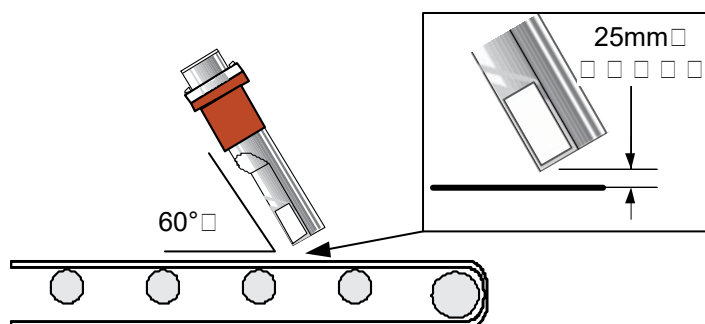

図10: 材料が蓄積しにくいよう、Hydro-Probeを45度に設置
| 図 10: 材料が蓄積しにくいよう、Hydro-Probe を 45 度に設置 | 16 |
- 材料の蓄積が発生しにくいよう、Hydro-Probe 本体をコンベアベルトに対して 90～60 度の向きに設置します。材料フローに対しては 45 度の角度を維持し、コンベアベルトとの間隔は 25mm に維持することが重要です（図 10 を参照）。